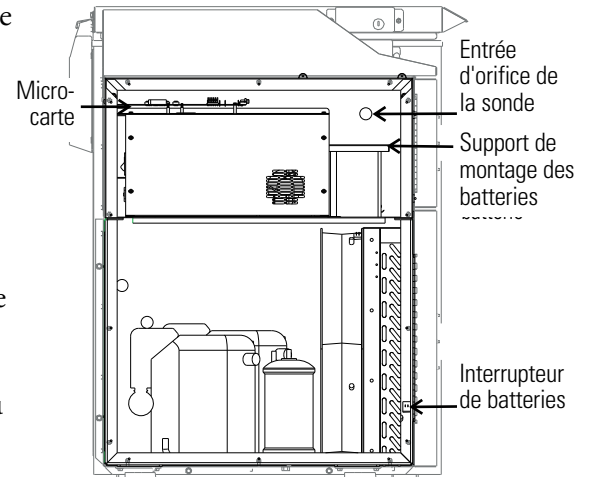

Figure 5-1. Emplacement de la batterie et de l'interrupteur de la batterie
3. Désactiver l'interrupteur de la batterie (O). Voir les Figures 5-1 et 5-2.
2. Localiser l'interrupteur d'alimentation de la batterie (Figure 5-1). Placer cet interrupteur en position Arrêt (O).
4. Retirer les trois écrous de fixation du support de la batterie Voir la Figure 5-1.
Tous les modèles à l'exception de 3 pi cu (Figure 5-1):